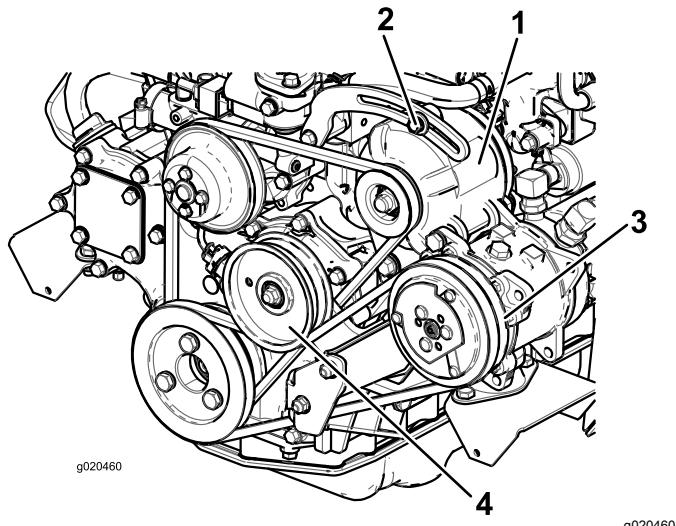

Figura 113
Se a deslocação obtida não for igual a 10 mm, deve desapertar os parafusos de montagem do alternador (Figura 113).
Verifique o estado e a tensão da correia (Figura 113) após cada 100 horas de funcionamento.
- Se o desvio obtido não for igual 10 mm, deverá libertar o parafuso de montagem da polia intermédia (Figura 113). Aumente ou diminua a tensão da correia do compressor e aperte o parafuso. Verifique uma vez mais a deslocação da correia para se certificar de que a tensão está correta.